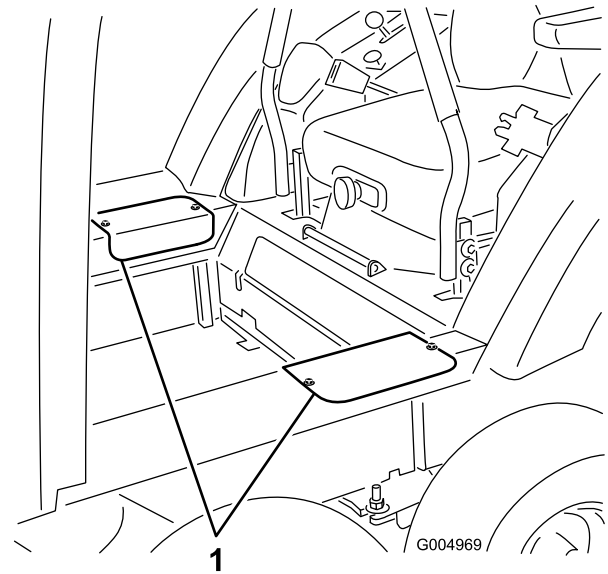

Figura 128
2. Togliete le 2 viti che fissano il portello di accesso di ciascun lato e rimuovete i portelli (Figura 128).